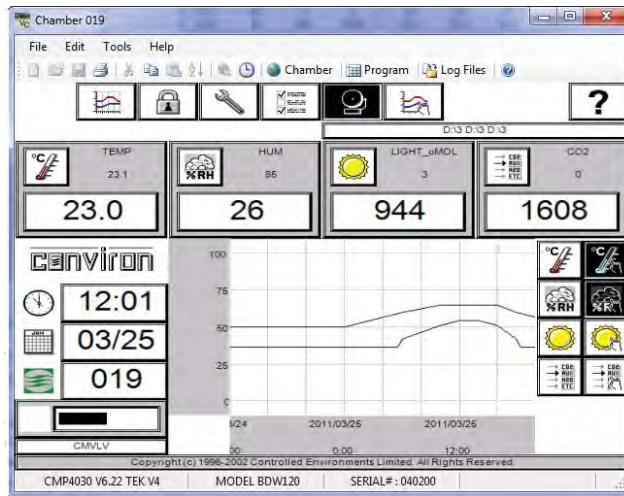

Abbildung 6.8: CMP5090 Status-Display
- Ein Dialog mit der Warnung "Netzadresse geändert, bitte aus- und wieder einschalten [Net Address changed you must cycle power]" wird erscheinen. Wählen Sie OK. Nach dem Neustart wird die neue ID der Einheit auf dem Status-Display der Steuerung angezeigt, siehe Abbildung: 6.8: CMP5090 Status-Display.